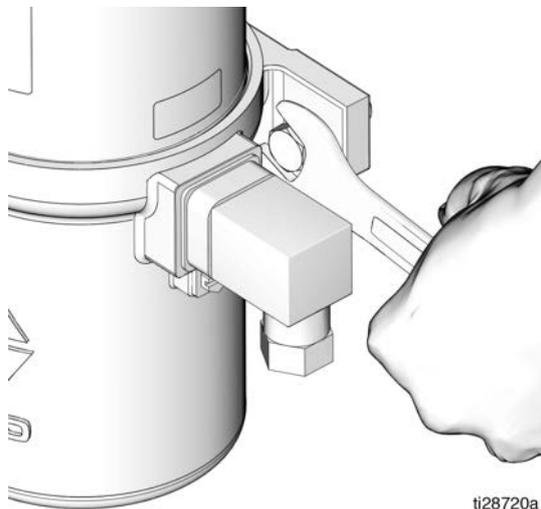

FIG. 11
7. Retirez les boulons de montage (FIG. 11) et mettez la pompe hors service.